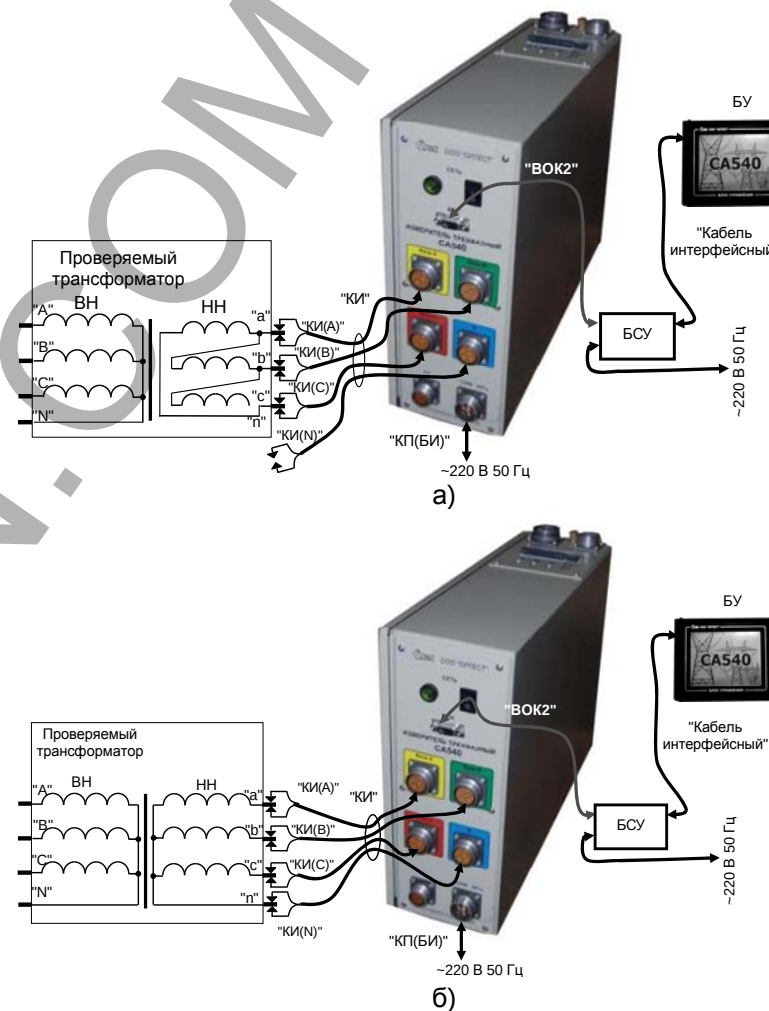

Рисунок 6.13
1) Собрать измерительную цепь при управлении Измерителя от БУ (рисунок 6.13, б). На рисунке 6.13,а показана схема при использовании встроенного источника питания измерительной цепи (далее – источника питания) для трансформатора с обмоткой НН Δ , а на рисунке 6.13, б – для трансформатора с обмоткой НН Y_n (для обмотки Z_n – аналогично).